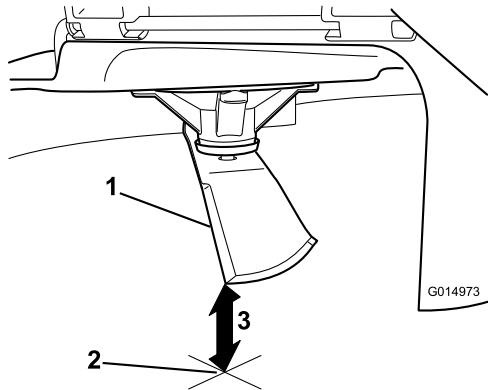

Figure 94
3. Mesurez la distance entre la pointe de la lame et la surface plane (Figure 94).